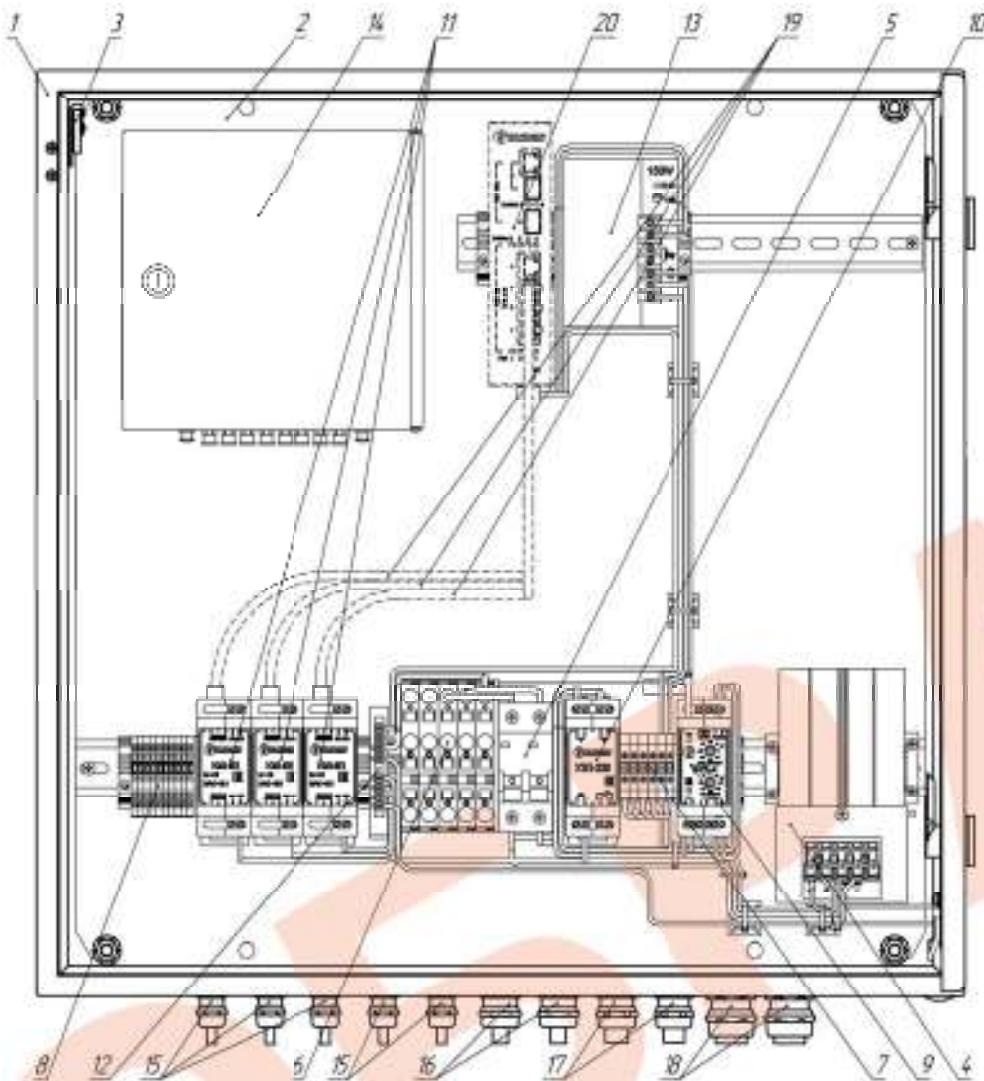

Рис.3. Устройство термошкафа (дверь открыта на 90°)
- снять оптический кросс с монтажной панели, ослабив крепежные винты (рис.3);
4. При необходимости подключить тэмперный контакт S2 (рис.3) к внешнему устройству сигнализации.
5. Подать напряжение питания 220В AC на клеммы X1, при этом фазный провод (L) соединить с контактом 3.1, нулевой провод (N) с контактом 4.1, а провод заземления (PE) с контактом 5.1.